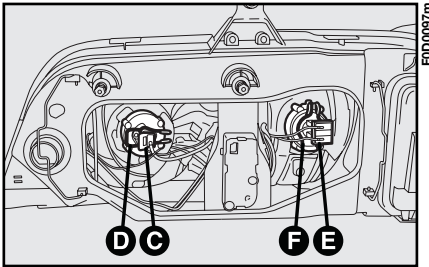

Abb. 13
4) Auszug des Verbinders **C** oder **E**, **Abb. 13**;